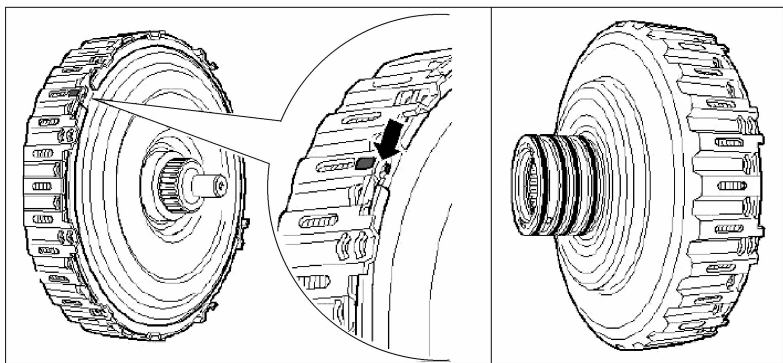

图 2-20 离合器上的标记
4) 拆下卡环（图 2-20 中箭头位置）。
① 剩余的新卡环厚度相差均为 0.1mm
3) 检查离合器上是否有一个标记(图 2-20 中箭头位置)。如果没有标记,在维修中要自己设置一个彩色标记。之后应将盖子的凸缘重新安装在这个标记的位置上。